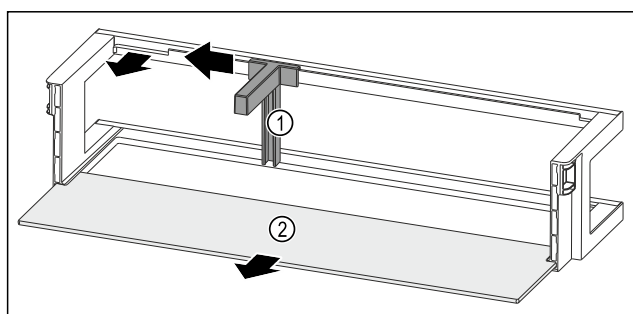

Fig. 169 Balconcino controporta con fermabottiglie e ripiano
- Spingere il fermabottiglie Fig. 169 (1) lateralmente fino all'incavo.
- Rimuovere il fermabottiglie Fig. 169 (1).
- Rimuovere il ripiano Fig. 169 (2).